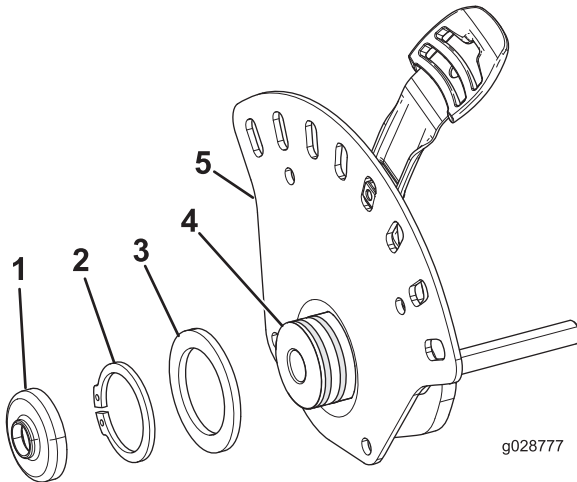

Figura 3
5. Retire la cubierta del dispositivo de sujeción, el anillo de retención y la arandela de la placa de altura de corte (Figura 3).
8. Instale la arandela, el anillo de retención y la cubierta del dispositivo de sujeción de la placa de altura de corte (Figura 3).